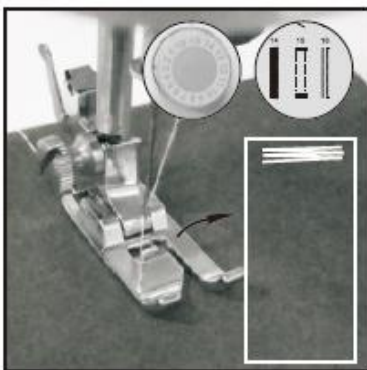

Abb. 15
- 2) Uključite stroj pomoću prekidača i zašijte 5 do 6 uboda malom brzinom, a zatim isključite stroj (Abb.15).